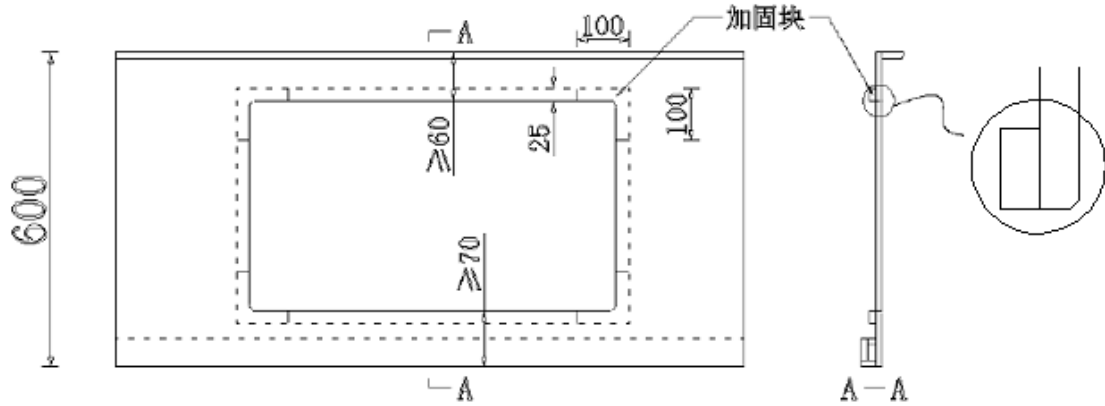

图 5-4-6
5.4.6 人造石灶台加工要求：人造石灶台采用人造石垫板加固方式，需要将中间垫条切断。如图 5-4-6：